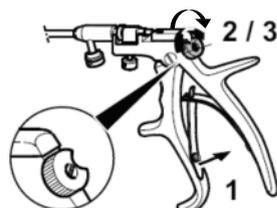

図 2
- a) ハンドルを握り、ジョーで縫合針を把持する。図 2 【1】
- b) ロックする場合は、ロックねじを矢印の方向に回す。図 2 【2】
- c) ロックを解除する場合、ロックねじを矢印と反対側の方向に回す。図 2 【3】